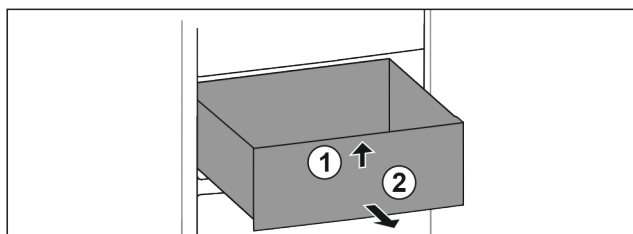

Fig. 89
- Nadvihnite zásuvku vpredu. Fig. 89 (1)
- Odoberte zásuvku dopredu. Fig. 89 (2)